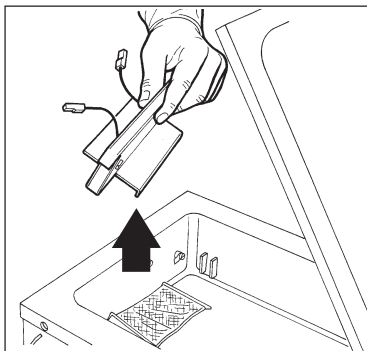

Abb. 2
- 3) Ziehen Sie die Schweißleiste mit den Kabeln heraus (Abb. 2).